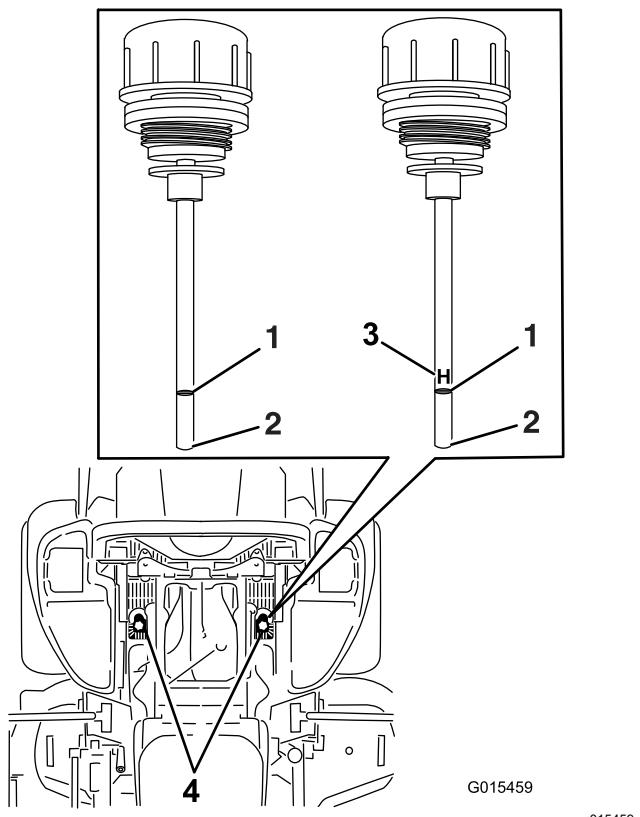

Figura 82
5. Limpie la zona alrededor de las varillas de los depósitos del sistema hidráulico (Figura 82).
6. Retire una varilla del depósito hidráulico (Figura 82).
8. Retire la varilla e inspeccione el extremo (Figura 82).